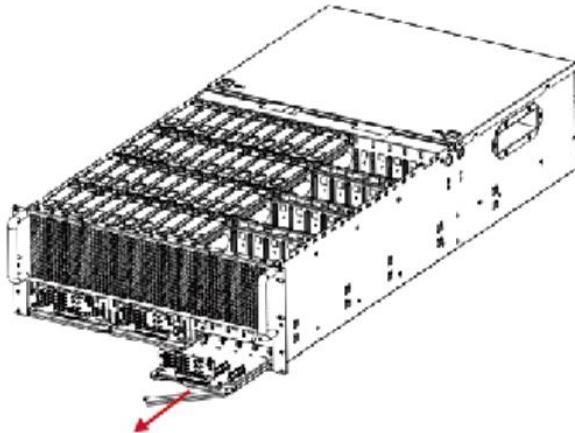

Рисунок 173. Удаление модуля объединительной платы НМД
2. Установите крышку со светодиодной передней панелью в корпус модуля хранения и затяните винты с обоих сторон (см. Рисунок 173).